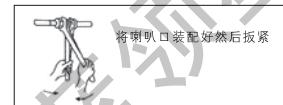

图20
(3) 用两扳手按图20那样双手用力且参照表(5)的扭矩牢固地扳紧。